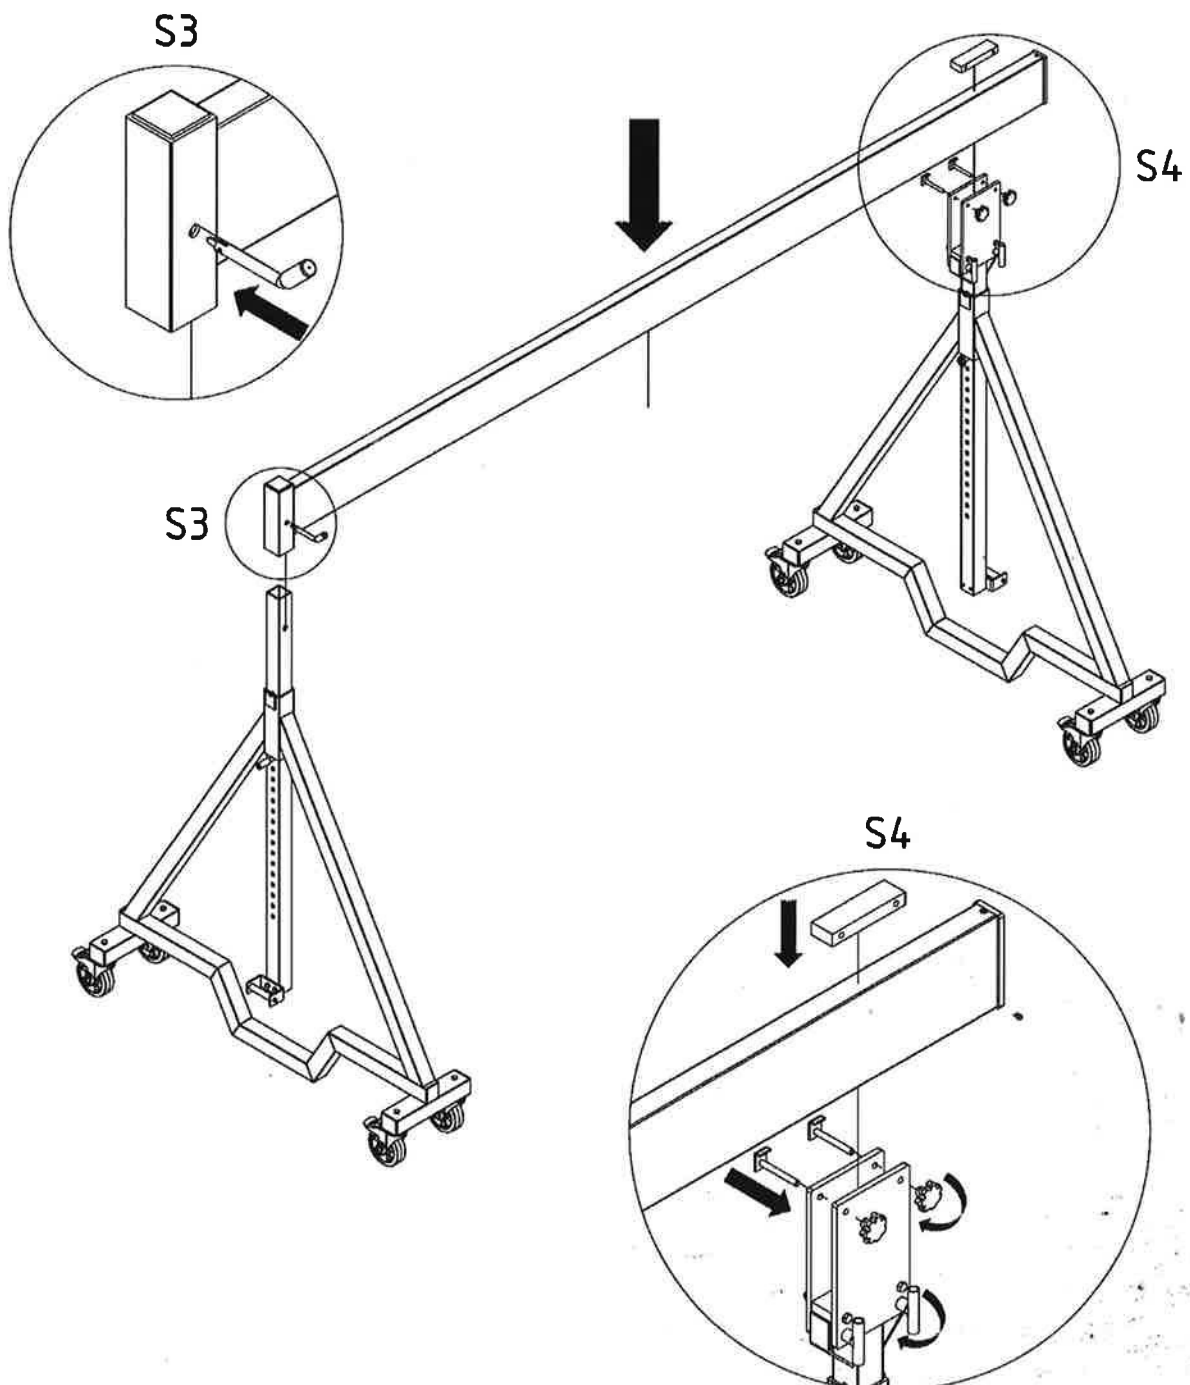

Abb. 3
- 7.3 Setzen Sie nun den Alu-Träger wie in Abb. 3 zu sehen auf die Seitengestelle. Achten Sie dabei darauf, dass die Aufnahmehülse, die an einem Ende des Alu-Trägers angeschweißt ist, auf die Trägerstütze des Seitengestells mit Steckaufnahme gesteckt wird. Die andere Seite des Alu-Trägers wird in den Horizontalversteller auf der Trägerstütze des gegenüberstehenden Sonderseitengestells eingelegt.
- 7.4 Stecken Sie nun den Trägersicherungsbolzen wie in Abb. 3 zu sehen durch die Bohrung in der Aufnahmehülse des Alu-Trägers. Platzieren Sie nun die Distanzplatte 2 auf dem Träger und setzen die Spannschrauben 1 wieder ein. Verschrauben Sie die Sterngriffmutter und ziehen Sie die Spannschrauben 2 wieder fest, um den Alu-Träger an dieser Stelle festzuklemmen.